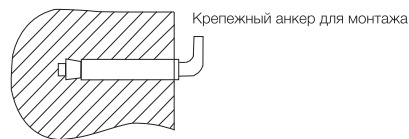

Рис. 4
2. После выбора места монтажа определите места под два крепежных болта с крюками (в зависимости от спецификации выбранного изделия). Прodelайте в стене два отверстия необходимой глубины с помощью сверла размером, соответствующим размеру крепежных болтов, вставьте винты, поверните крюк вверх, плотно затяните гайки, а затем установите на него электрический водонагреватель (см. рис. 4).